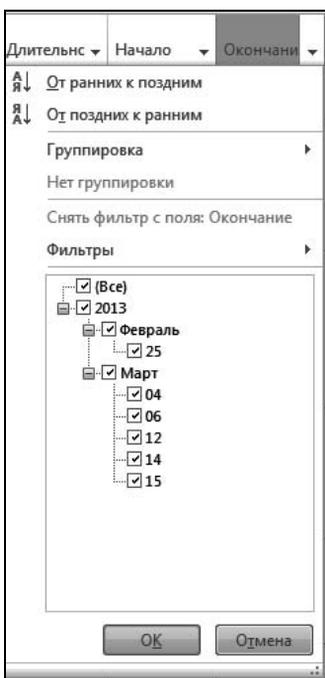

Рис. 4.42. Пример меню управления автофильтром
4. Раскроется список (его образец показан на рис. 4.42), выбор любого элемента которого вызовет применение фильтра к информации данного столбца. Как правило, в раскрывающемся списке присутствует элемент **Все**. Он отменяет действие фильтра по отношению к активному столбцу, а остальные элементы позволяют сформировать пользовательский фильтр путем отметки в иерархическом списке нужных значений.
6. Для отключения автофильтра по одному из полей выбрать в показанном на рис. 4.42 меню элемент **Все**.